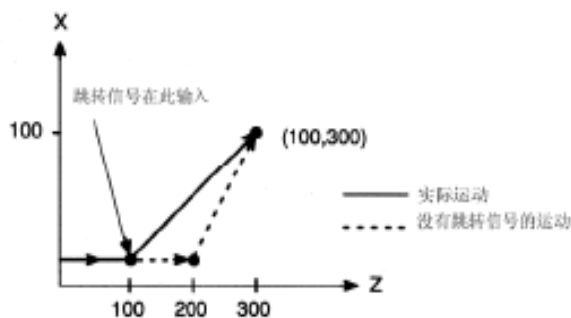

图 3-15
10) G31 的下一个程序段是 2 个轴的绝对坐标编程，见图 3-15